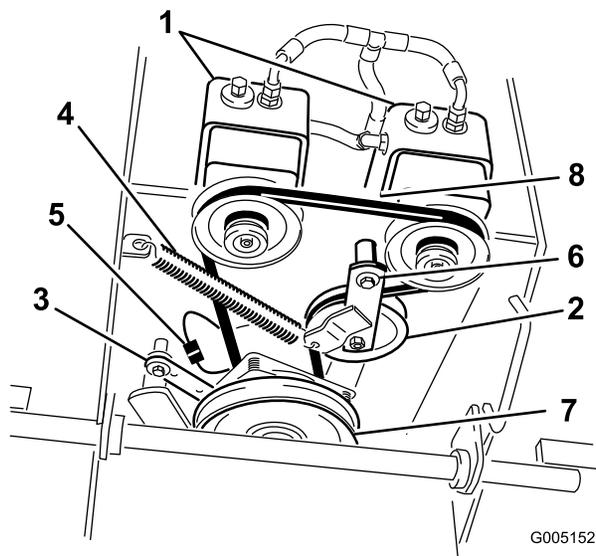

Figure 53
- Détachez le dispositif de retenue de l'embrayage du plancher moteur (Figure 53).
- Décrochez le ressort de la poulie de tension du châssis (Figure 53).
- Placez le ressort de tension entre le bras de la poulie de tension et la patte du bâti (Figure 53).
- Reposez le dispositif de retenue de l'embrayage sur le plancher moteur (Figure 53).